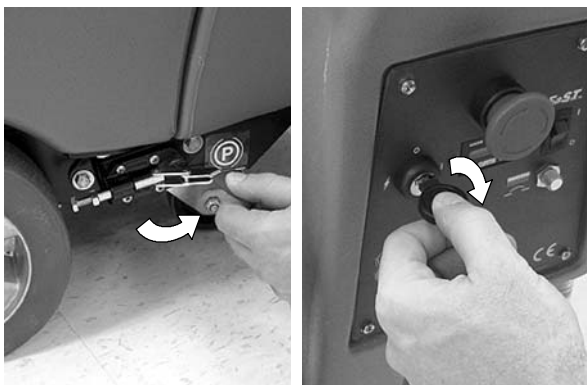

FIG. 13
La machine est équipée d'un orifice de remplissage au tuyau à l'arrière de la machine et d'une ouverture de remplissage au seau, située sous le réservoir de récupération (Figure 13). Avant d'accéder à l'ouverture de remplissage au seau, assurez-vous que le réservoir de récupération est vide.
1. Relâchez le frein parking (Figure 13).
2. Tournez la clé de contact en position de marche (I) (Figure 13).